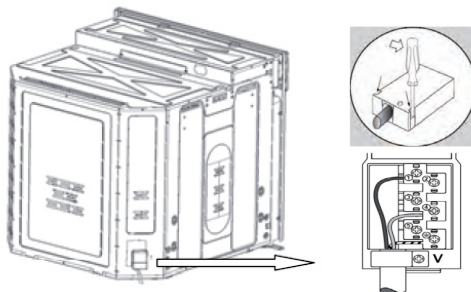

Рис. 2.
1. Откройте клеммную коробку при помощи отвертки, поместив ее под боковыми шпонками на крышке, потяните и откройте крышку (см. **Рис. 2**).
**СИНИЙ - (N)**
**КОРИЧНЕВЫЙ - (L)**